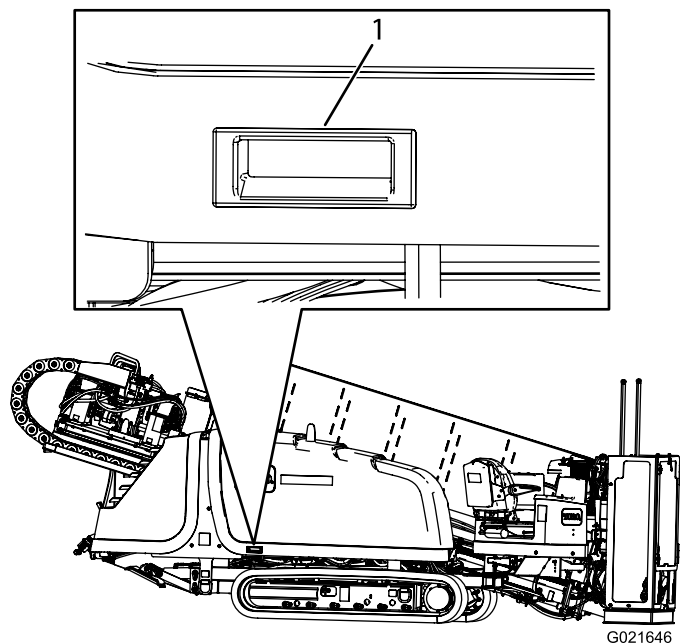

Figura 96
3. Levante el asa, según se muestra en la (Figura 96).